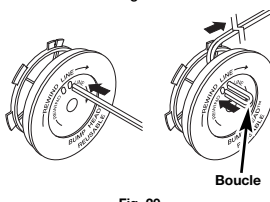

Fig. 20
8. Découpez environ 2,7 m (9 pi) de fil neuf. Insérez une extrémité de fil dans l'un des deux trous du moulinet intérieur (Fig. 20). Tirez le fil jusqu'à ne laisser que 10 cm (4 po) environ.
9. Insérez l'extrémité du fil dans le trou ouvert du moulinet et tirez sur le fil pour que la boucle soit la plus petite possible (Fig. 20).